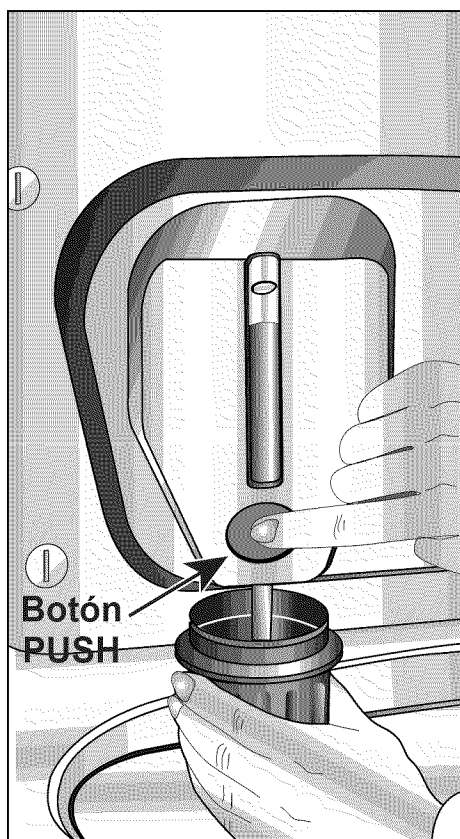

Figura 2
7. Coloque la tapa de la botella de detergente bajo el botón "PUSH" (opimir). Llene la tapa con detergente del surtidor tan llena como lo haría para la mayoría de las cargas oprimiendo y sosteniendo el botón "PUSH" (opimir) (figura 2). Coloque el detergente de la tapa en la tina u otra vez en el surtidor quitando el tapón de llenado.